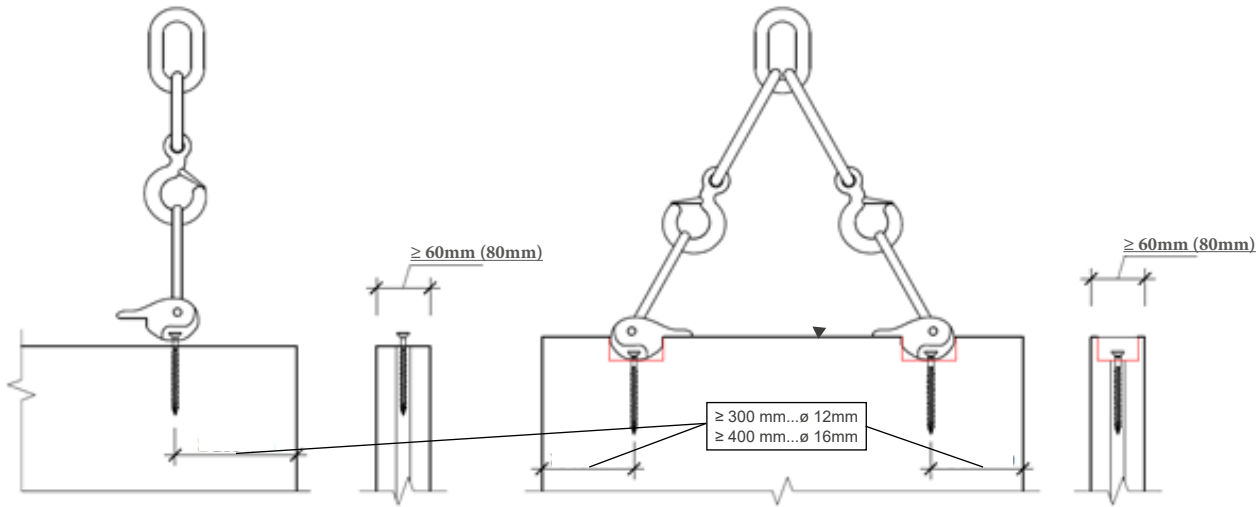

Abbildung 1: links: ausschließlich axiale Beanspruchung der Schraube durch lotrechten Anschlag
- Abstand zwischen Wandelementende und Schraubenachse min. 200 mm (siehe Abbildung 1)
- Ausschließlich axiale Beanspruchung der RAPID® T-Lift Schraube (siehe Abbildung 1)